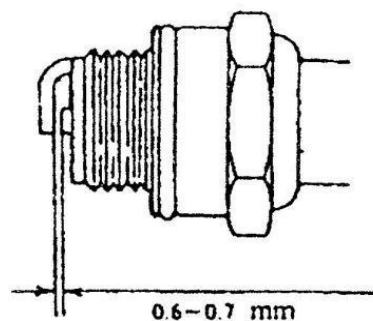

Fig. 16
- (1) Dopo il lavoro quotidiano, lava il filtro dell'aria, perché se le sostanze chimiche si attaccano alla spugna, la potenza del motore diminuirà. Fai particolare attenzione a questo!
- (2) Dopo aver lavato la spugna con benzina, rimettila a posto.
- (3) La corretta distanza tra gli elettrodi della candela dovrebbe essere di 0.6-0.7 mm, controllala spesso, se è troppo grande o troppo piccola, correggila — come mostrato nella fig.16.
- (4) La candela di accensione adatta a questo dispositivo ha il simbolo 4106J. Non usare altri modelli. Se è necessario sostituire la candela, può essere acquistata nei negozi di attrezzature agricole o per giardinaggio.